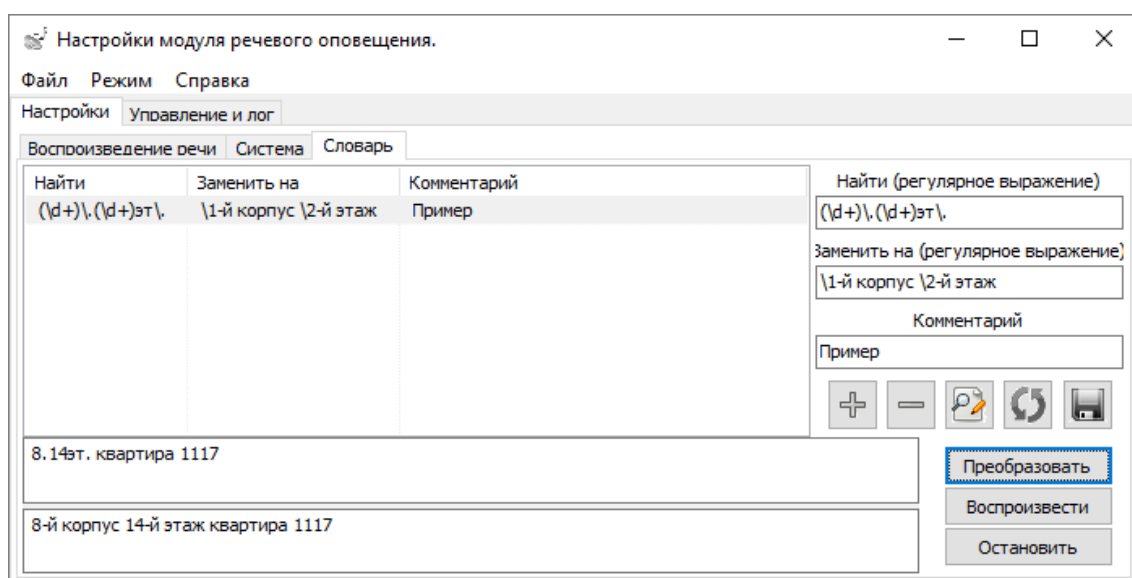

Рисунок 8-190 Настройка замены для приведенной задачи на вкладке "Словарь" страницы "Настройки" окна "Настройки модуля речевого оповещения"
выражение, в соответствии с которым найдется фрагмент из задачи до пробела перед квартирой. Это выражение вводится в поле «Найти (регулярное выражение)» (см. Рисунок 8-190);
- 8) Заменяющие выражения для каждой заменяемой группы объединяются в общее выражение и использованием пробела как разделителя. Таким образом получается выражение: «**\1-й корпус \2-й этаж**», которое вводится в поле «Заменить на (регулярное выражение)» (см. Рисунок 8-190);
- 9) При необходимости в поле «Пример» (см. Рисунок 8-190) вводится комментарий для удобства редактирования правил.